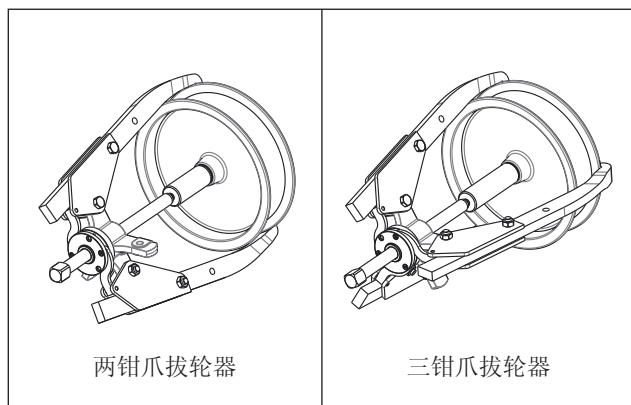

图 7，滑轮拆卸（典型）
- 在滑轮或其他待移除部件上安装拔轮器。示例请参见图 7。
- 操作时，持续监控拔轮器，注意是否有变形的迹象。如果发现调节杆弯曲或钳爪变形，立即停止紧固调节杆。参见图7。